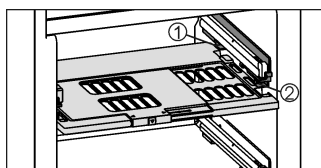

Fig. 11
- ▶ Установка пластины регулировки влажности: поперечные ребра крышки на пластине вставить через низ в задний держатель Fig. 11 (1) и защелкнуть спереди на держателе Fig. 11 (2).